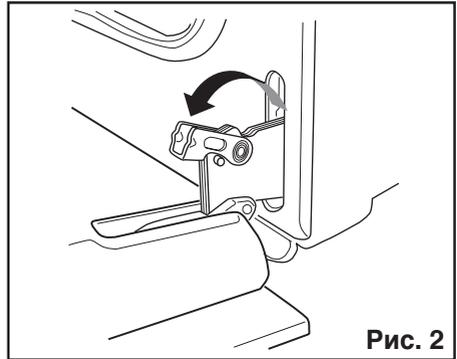

Рис. 2
3. поднимите и поверните маленькие рычажки, расположенные в обеих петлях (Рис. 2);